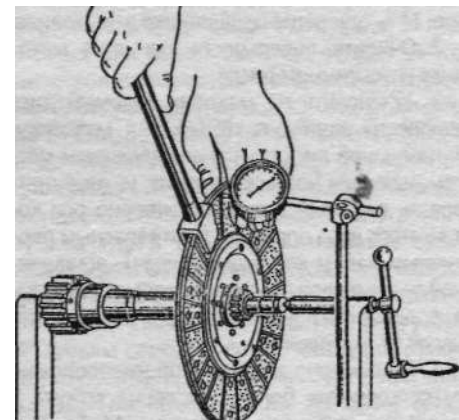

Рис. 4.3. Правка ведомого диска сцепления
- проверить диск сцепления в центрах (рис. 4.3) на биение накладок, используя оправку или запасной первичный вал коробки передач.